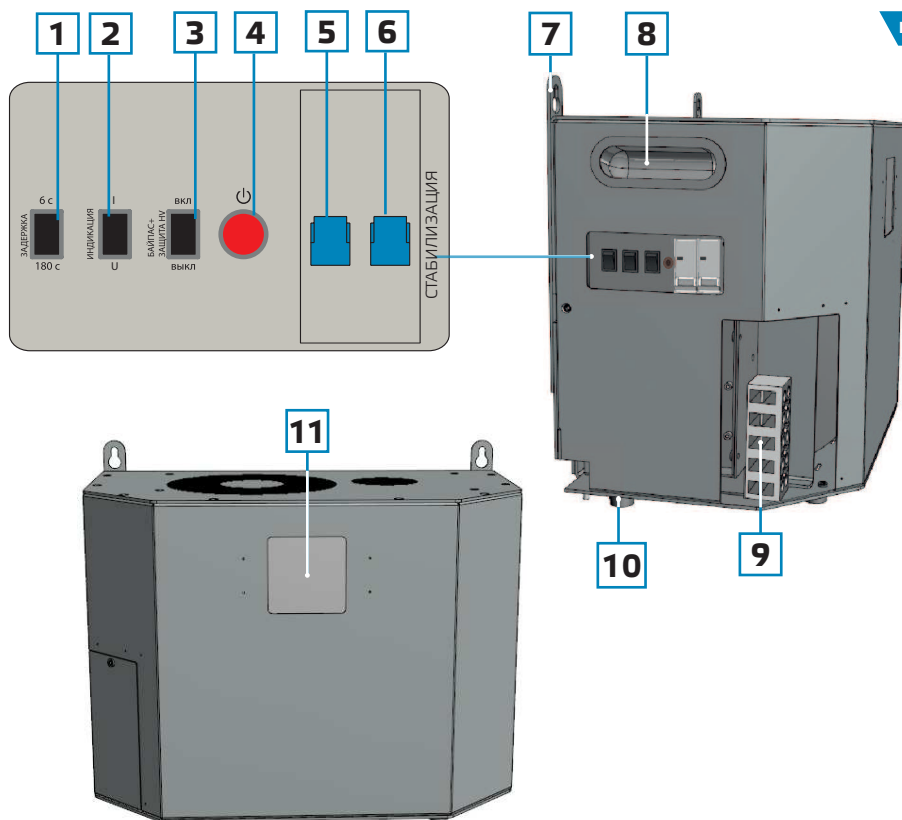

Рисунок 1
3.2 На боковой поверхности Стабилизатора расположены органы включения/выключения и управления режимами работы (рисунок 1), (назначение – в таблице 2).
6.1.4 В режим ОТКЛЮЧЕНО при положении ВКЛ выключателя 6 рис. 1 стабилизатор может переходить в следующих случаях:
Выходное реле нагрузки остается выключенным в течение времени, заданного с помощью переключателя SB1, а именно, 6 или 180 секунд. При этом стабилизированное напряжение на выходе стабилизатора появляется после окончания отсчёта. Во время отсчета можно изменить время задержки переключателем 1 (рис. 1).